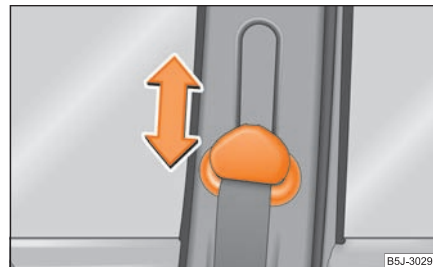

Abb. 146 Vordersitz: Gurthöheneinstellung
- Zum Einstellen drücken Sie auf den Umlenkbeschlag und verschieben ihn nach oben bzw. unten ⇒ **Abb. 146**.